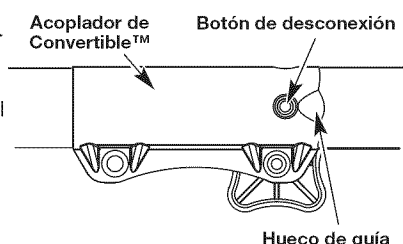

Fig. 4
**NOTA:** La alineación del botón de desconexión con el hueco de guía facilitará la instalación (Fig. 4).
2. Opima y sostenga el botón de desconexión (Fig. 4).